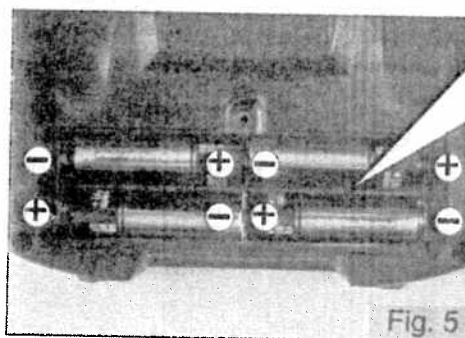

Fig. 5
2. Insérez dans le compartiment des piles neuves de type "AA" en respectant la polarité ("+" / "-") indiquée à l'intérieur (fig.5). Refermez le compartiment à l'aide d'un tournevis cruciforme.